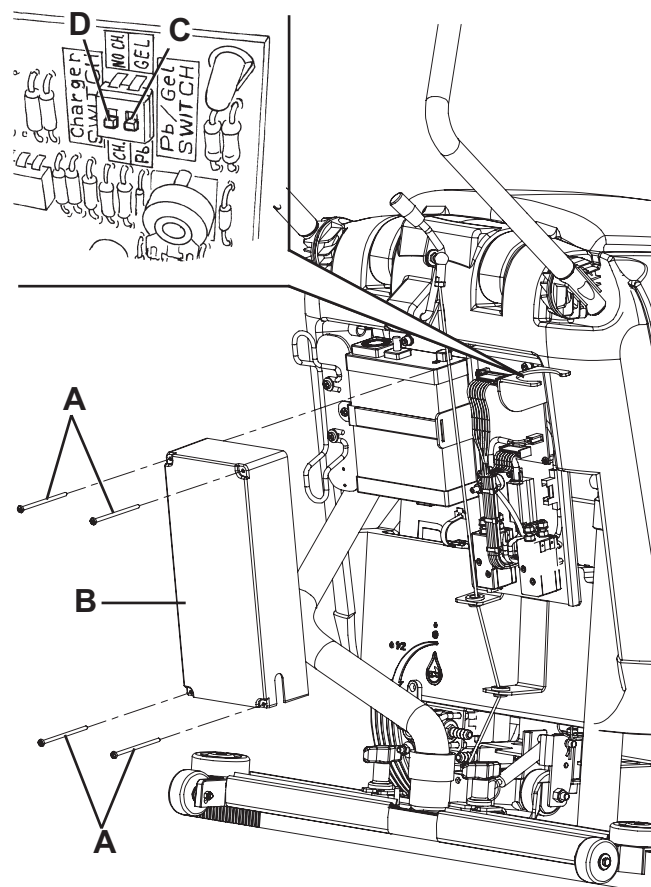

Figure 1
1. S'assurer que le connecteur des batteries (29), si présent, est débranché.
3. Enlever les vis (A, Fig. 1) et sortir avec soin le couvercle (B) du boîtier électrique.
4. Porter le microinterrupteur (C) dans la position WET.